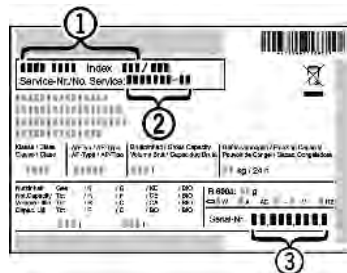

Fig. 10
- ▶ Očitajte naziv uređaja *Fig. 10 (1)*, servisni broj *Fig. 10 (2)* i serijski broj *Fig. 10 (3)* s tipske pločice. Tipska pločica nalazi se na lijevoj unutarnjoj strani uređaja.
- ▶ Obavijestite službu za kupce i javite im kvar, naziv uređaja *Fig. 10 (1)*, servisni broj *Fig. 10 (2)* i serijski broj *Fig. 10 (3)*.